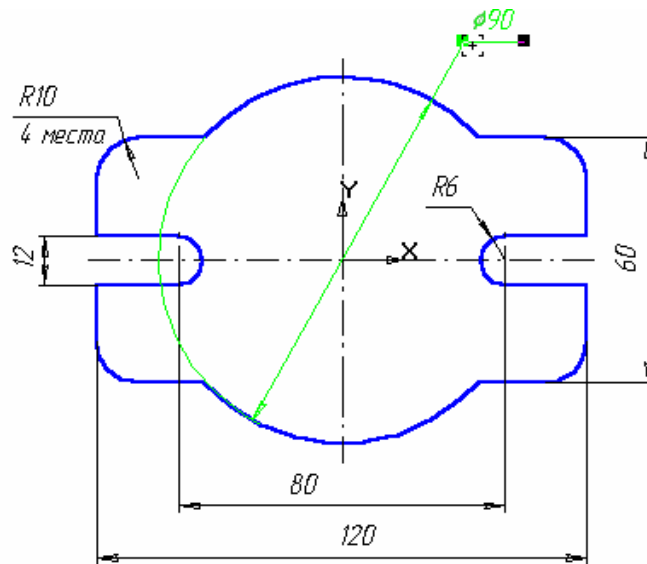

Рис. 4.23.
9. Проставте необхідні розміри. У процесі виставлення діаметра кола рівного 90 мм залишається тонка розмірна дуга. Для її видалення клацніть на розмірній лінії, помістіть курсор на вузол, що визначає початок полки. Натисніть ліву кнопку миші і, не відпускаючи її, перемістіть курсор трохи вище, рис. 4.23.